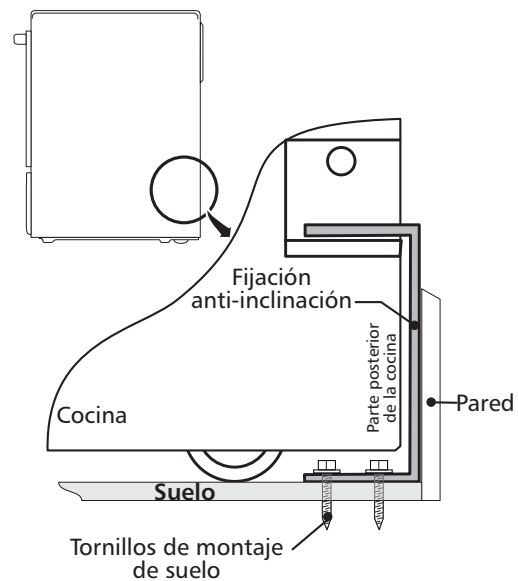

Figura 18
6. Deslice la cocina hacia su lugar asegurándose que la pata de centro trasera está completamente segura con el soporte anti-inclinación (Figura 18). Baje la cocina ajustando las 4 patas de nivelación hasta que la plancha de cocinar está apoyada en el mostrador. Refiere a la "Nivelación de la cocina".